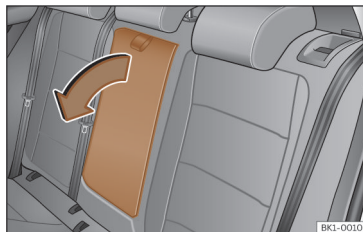

Fig. 76 Apoio de braços central traseiro rebatível (representação esquemática).
- Para **baixar** o apoio de braços, puxe o laço no sentido da seta >>> **Fig. 76**.